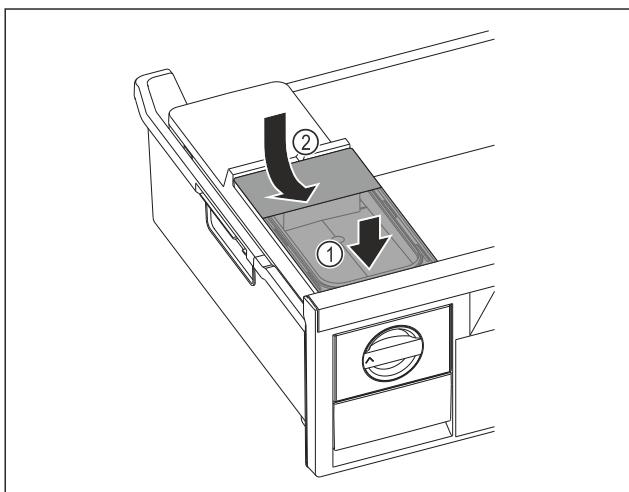

Fig. 122
- Поставете резервоара за вода отпред. Fig. 122 (1)
► Спуснете резервоара за вода отзад. Fig. 122 (2)